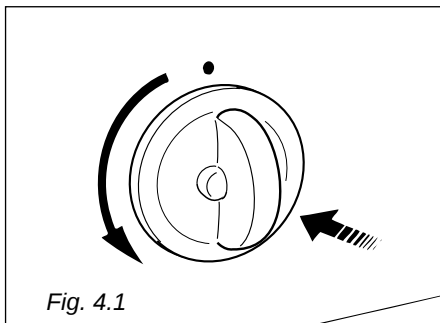

Fig. 4.1
- 2) Appuyer à fond la manette du thermostat fig. 4.1 et, en maintenant la pression, tourner en sens antihoraire jusqu'à faire coïncider le numero 10 avec le repère du tableau de bord.